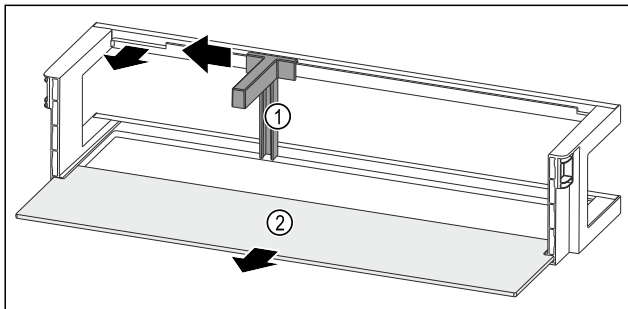

Fig. 194 Deurrek met flessenhouder en draagplateau
- ▶ Flessenhouder Fig. 194 (1) tot aan de uitsparing opzij schuiven.
- ▶ Flessenhouder Fig. 194 (1) verwijderen.
- ▶ Draagplateau Fig. 194 (2) verwijderen.